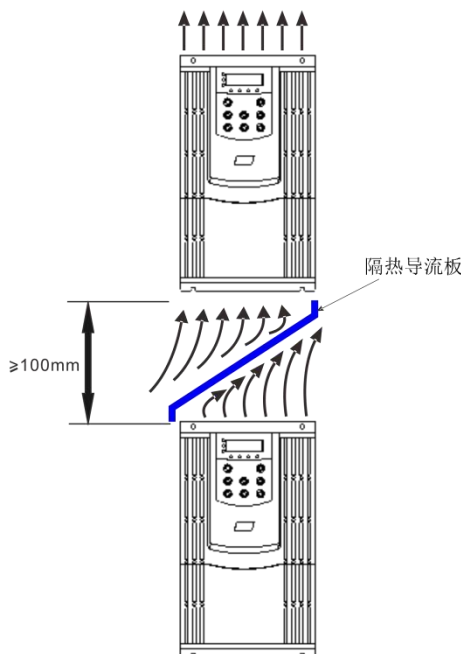

图3-2. ZD500变频器安装示意图
- 1) 请垂直安装变频器，便于热量向上散发。但不能倒置。若柜内有较多变频器时，最好是并排安装。在需要上下安装の場合，请参考图3-2的示意，安装隔热导流板。